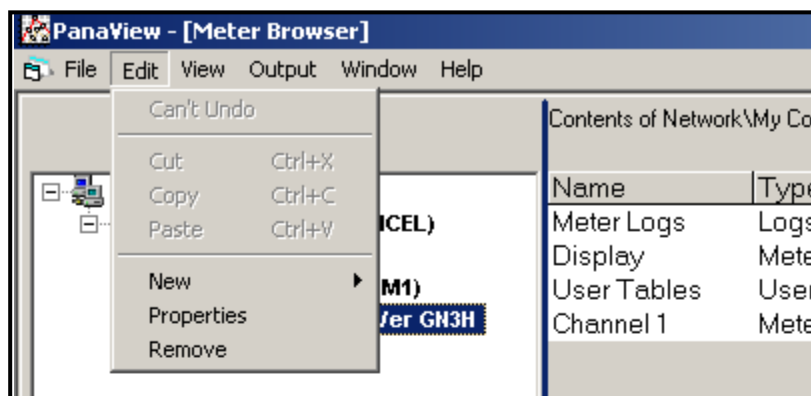

Figure 26: Option Propriétés dans le menu Edition
2. Ouvrez le menu Edition et sélectionnez l'option Propriétés , comme illustré à la Figure 26..